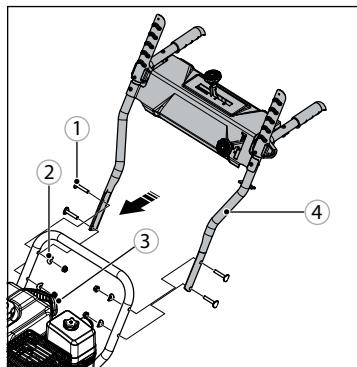

Рис. 3
- Поднимите верхнюю ручку с панелью 4 в рабочее положение и тщательно закрепите с помощью баращковых гаек 3, болтов 1 и шайб 2 (рис. 3).